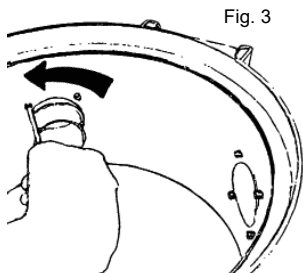

Fig. 3
1. Løsn støvsugerrørets sokkel ved at skrue de fire Torx-kombinationsskruer ud med en Torx T20 eller en almindelig skrueetrækker, Fig. 3.